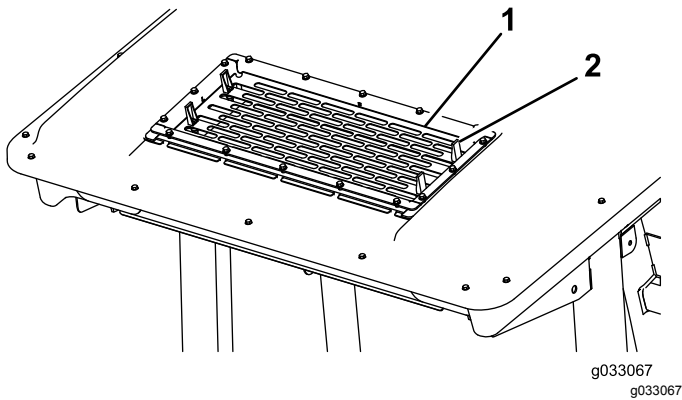

図 93
2. エアコン用スクリーンのタブ4個 **図 93**を外してスクリーンを取り外す。